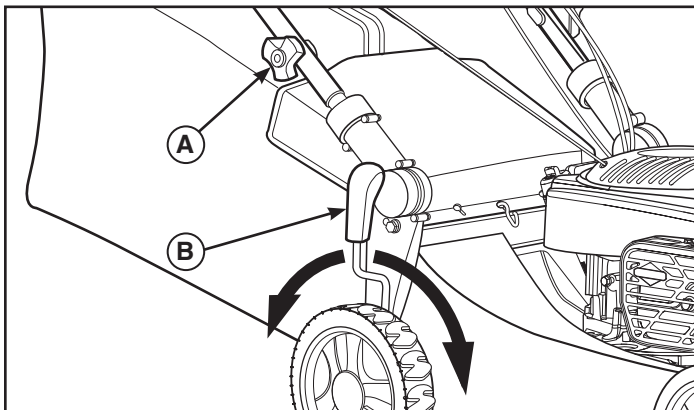

Abb. 8
1. Ziehen Sie den Hebel (B, Abb. 8) von der Arretierzunge weg.